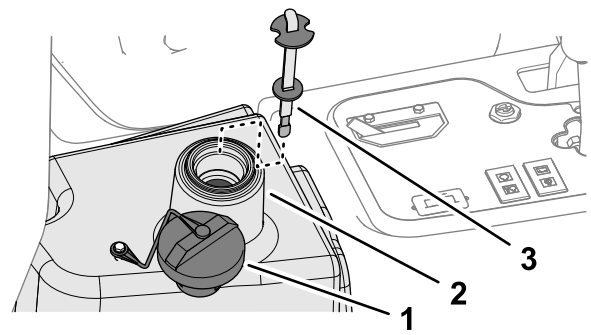

Figura 93
4. Llene el depósito (Figura 93) con aproximadamente 22.7 litros (6 galones US) de fluido hidráulico; consulte Especificación del fluido hidráulico \(página 62\).